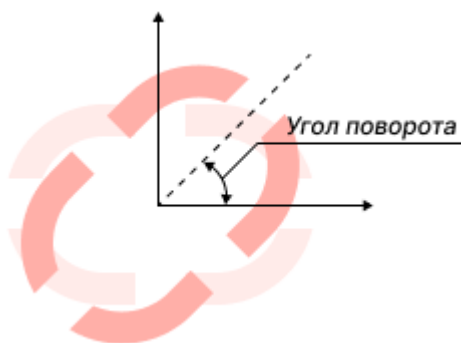

Рис. 222 Поворот апертуры
- Угол поворота – величина угла поворота горизонтальной осевой линии апертуры против часовой стрелки. Значение может быть задано в диапазоне 0 – 359° с шагом 1° , см. Рис. 222.